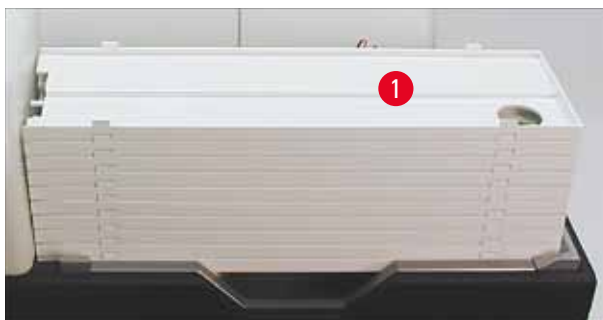

Abb. 38
1. Den Tablettstapel (→ "Abb. 38-1") auf den Hubtisch der Entnahmestation aufsetzen (→ "Abb. 38").